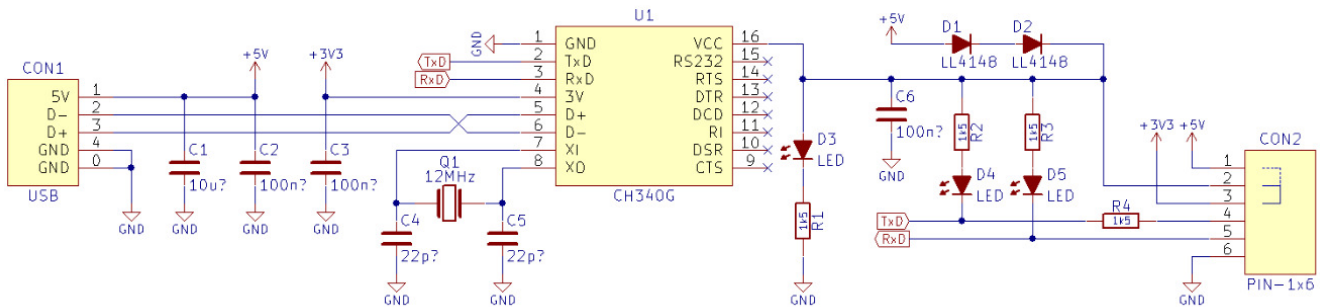

Fig. 5b Schema convertorului USB-TTL cu CH340
Schema convertorului (bazată pe cipul CH340) este dată în fig. 5b:
5. alimentarea la 3.3V direct din convertorul USB-TTL este teoretic posibilă, dar nu este recomandabilă; așa cum se vede pe schema convertorului din fig. 5b, se obțin aprox. 3.3V din 5V prin înserierea a 2 diode (D1 și D2), tensiunea nefiind foarte precisă și, mai ales, curentul printr-o diodă 4148 este max 100mA, deci nu se poate folosi decât la consumuri mici ! dacă *totuși* se dorește acest lucru (pe răspunderea voastră; dacă vă stricați convertorul USB-TTL trebuie să vă procurați singuri unul nou), se va efectua doar punctul 4 de mai sus, și se va pune jumperul J1 pe poz. 2-3 pentru a uni linia de "3.3" cu Vcc-ul schemei.